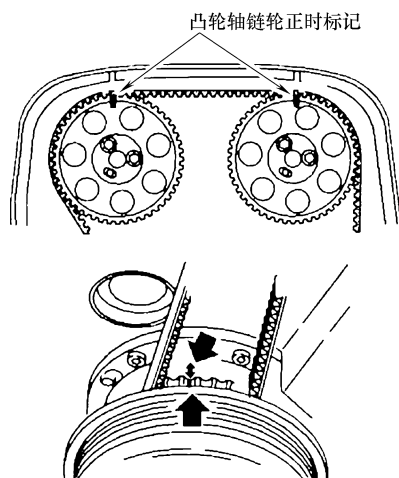

图 9-5 正时标记识别
8) 顺时针转动曲轴直至曲轴和凸轮轴链轮上的正时标记对齐。降下发动机，以便能从底部拆卸传动带张紧器螺栓，如图 9-5 所示。
2) 参照图 9-5 对齐正时标记。